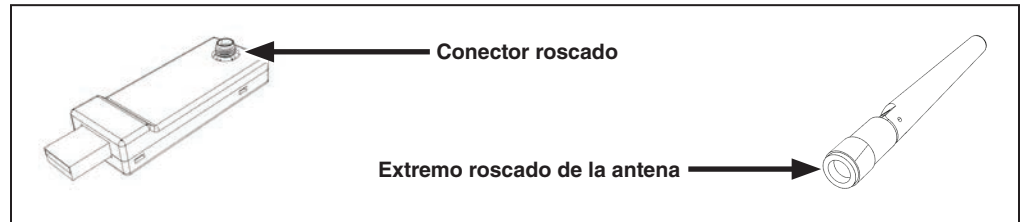

Figura 10. Conexión de la antena al transceptor USB.
PASO 1. Atornille el extremo roscado de la antena en el conector roscado del transceptor USB. Ver Figura 10.